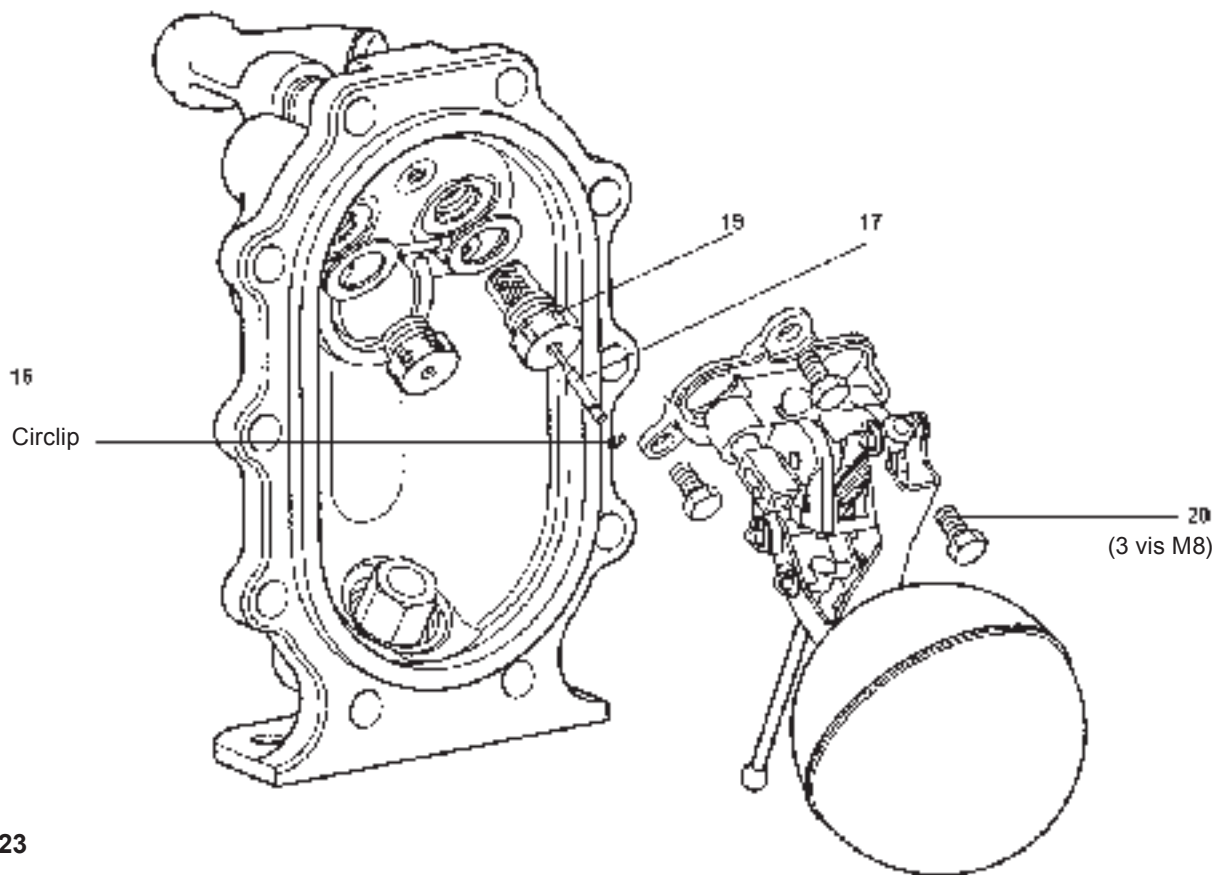

Fig. 23
9. Insérer le nouvel ensemble (Rep. 17) et la soupape d'échappement (Rep. 16) en suivant la figure 23.